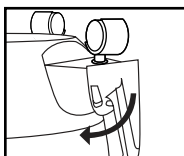

FIGURE 7
8. Exercez une pression à l'avant du support de tuyau pour le fixer en place. **FIGURE 7**. Remettez le réservoir en position verticale.